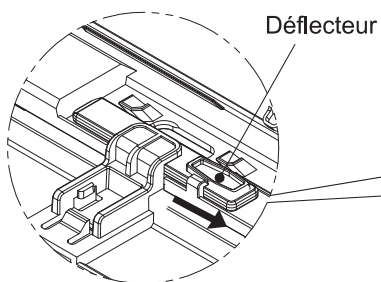
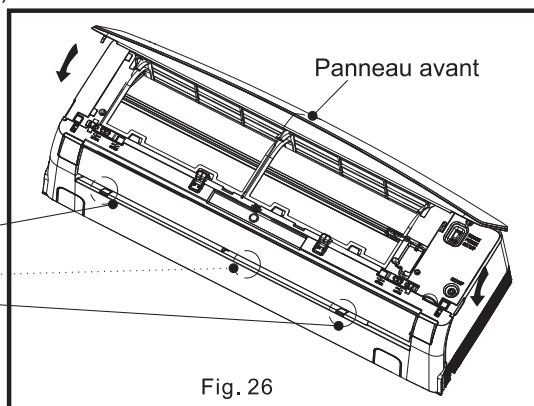

Fig. 22
Fig. 26
- 10) Tirez les déflecteurs comme illustrés sur la Fig. 22. Fermez la coque avant comme illustrée sur la Fig. 23. Ensuite en position E, appuyez pour attacher la coque avant comme illustrée sur la Fig. 24.
- 12) Fermez le panneau avant comme illustré sur la Fig. 26.
Fermez le panneau avant et la coque avant se référer aux Fig.22~Fig.26 de l'INSTALLATION DE L'UNITÉ INTÉRIEURE.